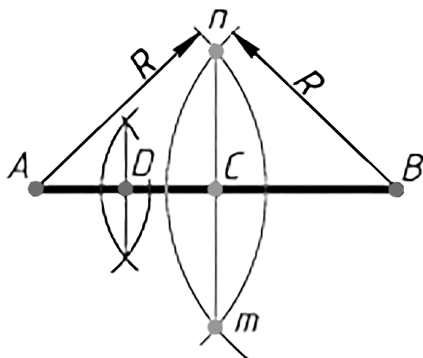

Рис. 43
*Деление отрезка на две, четыре равные части.* Для деления отрезка  $AB$  на 2 равные части из точек  $A$  и  $B$  проводят дуги радиусом  $R$ , несколько большим половины данного отрезка, до взаимного пересечения в точках  $n$  и  $m$ . Точки  $n$  и  $m$  соединяют прямой, которая пересечет отрезок  $AB$  в точке  $C$ . Точка  $C$  поделит отрезок  $AB$  на 2 равные части. Для деления отрезка на 4 равные части построения повторяют для отрезков  $AC$ ,  $CB$  (рис. 43).